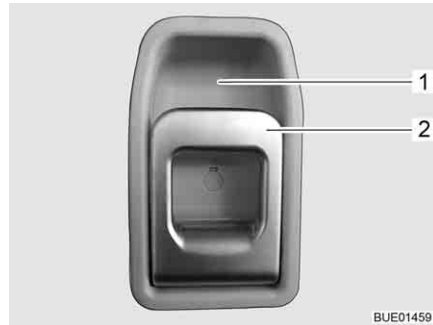

Fig. 38 Cerradura de la puerta de entrada, en el interior
- Abrir:* ■ Tirar del tirador (Fig. 38,2). Se desbloqueó la cerradura de la puerta.
- Bloquear:* ■ Presionar la parte superior del tirador (Fig. 38,2) hacia el alojamiento del tirador (Fig. 38,1).